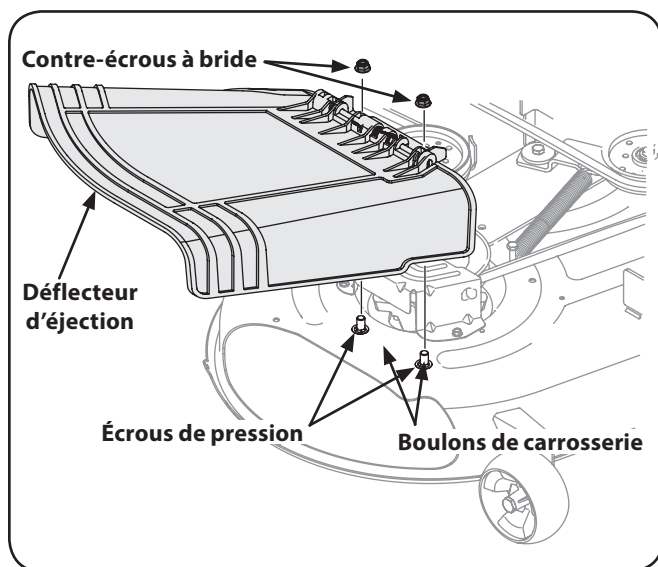

Figure 3-4
3. Installez le déflexeur d'éjection à l'aide des boulons de carrosserie, des écrous de pression et des contre-écrous à bride. Voir Figure 3-4. Serrez toutes les pièces.